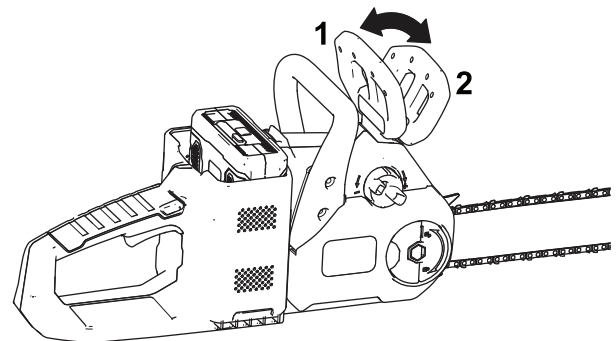

Bild 27
2. Stellen Sie die Kettenbremse nach vorne in die STOPP-Stellung, um die Kettenbremse zu aktivieren (Bild 27).
4. Stellen Sie die Kettenbremse nach hinten in die EINSATZ-Stellung, um die Kettenbremse zu deaktivieren (Bild 27).
2. Lösen Sie (nicht entfernen) die Flügelmutter an der Abdeckung (Bild 27).